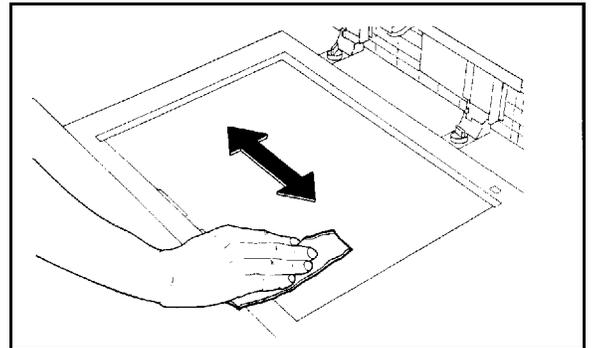

Abb. 3: Vorlagenglas reinigen
- 2 Das Vorlagenglas der Länge nach abwischen (s. Abb. 3). Dabei das Glas nicht mit den Fingern berühren.